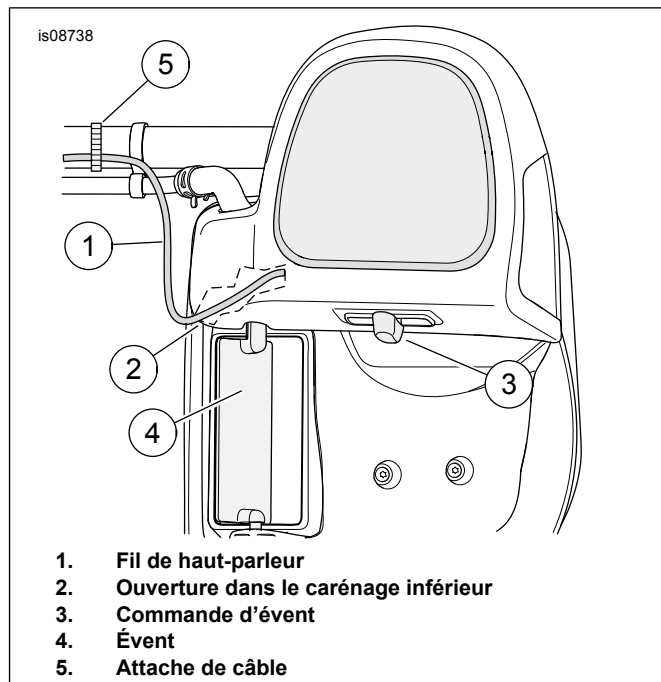

Figure 1. Acheminement des fils de haut-parleur
5. Consultez Figure 1 . Acheminez le fil à travers la petite ouverture (2). Empêchez le fil de d'entrer en contact avec l'évent (4) et la commande d'évent (3).
9. Fixez les fils à l'aide des sangles de câble (5).